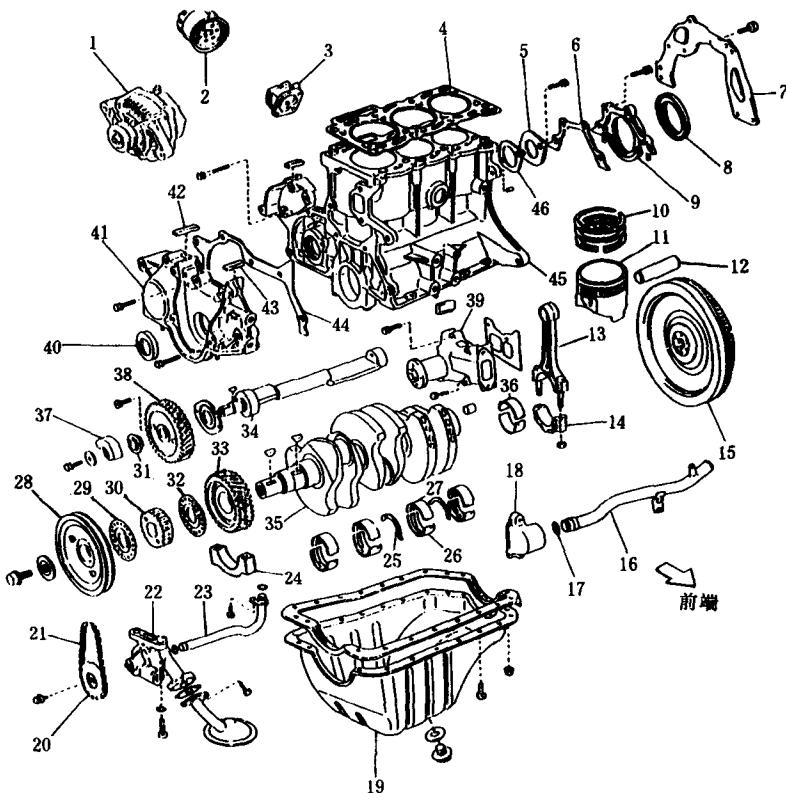

图 1-12 气缸体总成的组成零部件
(10)分解气缸体总成。气缸体总成的各零件如图 1-12 所示,其中气缸盖垫 4、油封架垫 6、曲轴后油封 8、密封圈 17、曲轴前油封 39、平衡轴齿轮罩垫 43 等为一次性使用零件。